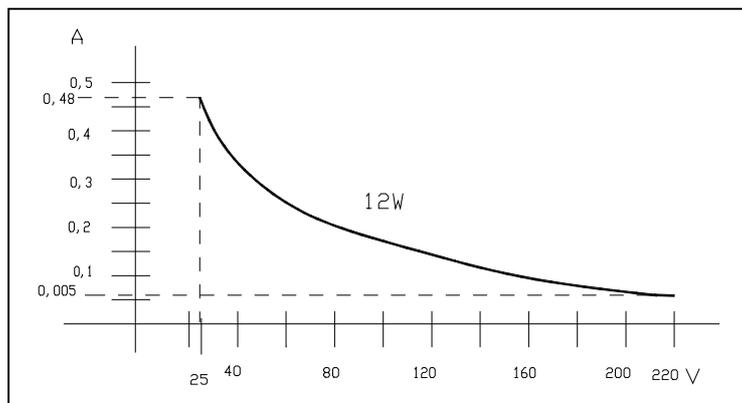

Fig. 3 – Curva
- Corriente continua: 12W. Tensión según curva Fig. 3